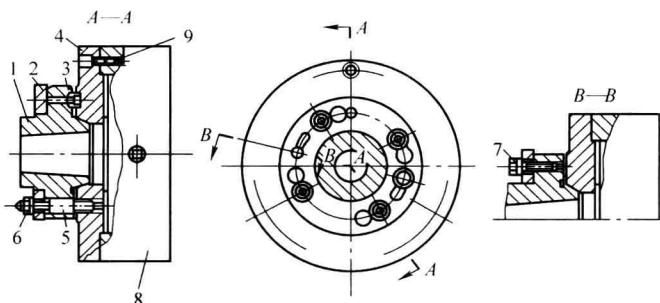

图 1-5 卡盘的联接
(1) 卡盘的安装 由于三爪自定心卡盘是通过连接盘与车床主轴联为一体的，所以连接盘与车床主轴、三爪自定心卡盘之间的同轴度要求很高。连接盘与主轴及卡盘间的联接方式如图 1-5 所示。